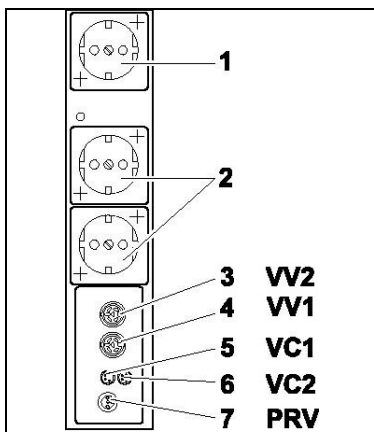

Abb. 10: Anschlüsse Steuereinheit
1. Die Signalbuchse des Vakuum-Controllers und den Anschluss VC1 (Abb. 10/5) der Steuereinheit mit mitgeliefertem Kabel verbinden.
2. Bei Verwendung von zwei Vakuum-Controllern die Signalbuchse des zweiten Vakuum-Controllers und den Anschluss VC2 (6) der Steuereinheit verbinden.
3. Netzstecker des Vakuum-Controllers in Steckdose (2) der Steuereinheit stecken.
4. Bei Verwendung von zwei Vakuum-Controllern die Stecker der Vakuumventile in die Anschlüsse VV1 (4) und VV2 (3) der Steuereinheit stecken.
5. Stecker des Pumpenentlastungsventils in den Anschluss PRV (7) der Steuereinheit stecken.
6. Netzanschluss der Pumpe in gekennzeichnete Steckdose (1) der Steuereinheit stecken.
2. Stecker des Kühlmittelventils in die Buchse VV1 (siehe Abb. 10/4) des Vakuu-Controllers stecken.